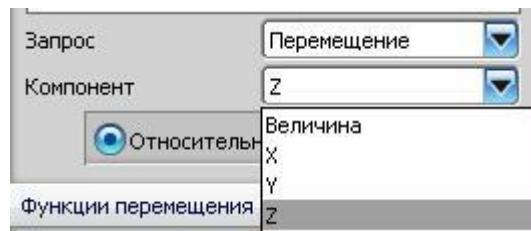
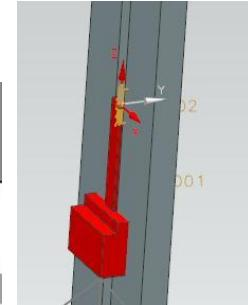

рис.24
рис.25
- ВАЖНО:** когда вы формируете график с опцией *Относительно*, то и направление перемещения в поле *Компонент* (рис. 24), нужно выбирать по осям **локальной СК** данной кинематической связи (рис.25) !